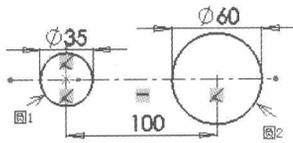

图 1-5 标注尺寸
Step6 标注尺寸。单击“尺寸/几何关系”工具栏中的“智能尺寸”按钮，标注两个圆心间的距离为 100mm，两个圆的直径分别 35mm 和 60mm，如图 1-5 所示。